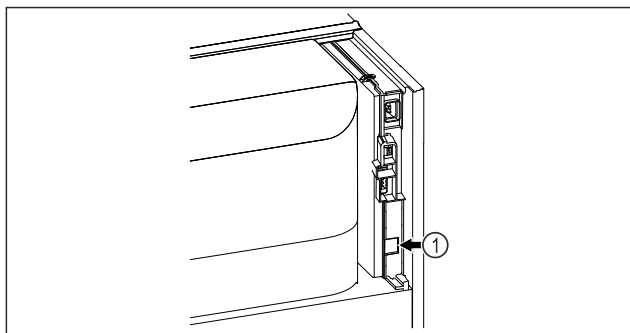

Fig. 86
- Le SmartModule Fig. 86 (1) est installé.